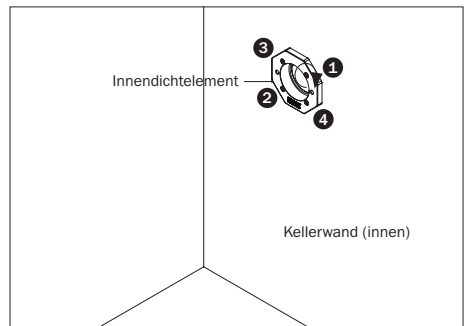

Abbildung 5.2: Innendichtelement – Anziehen der Schrauben über Kreuz mit einem Drehmoment von 7 Nm
- Ziehen Sie die vier Schrauben des Innendichtelements mittels Drehmomentschlüssel mit Innensechskant Steckschlüsseinsatz 5 mm über Kreuz mit einem Drehmoment von 7 Nm an (s. Abbildung 5.2).